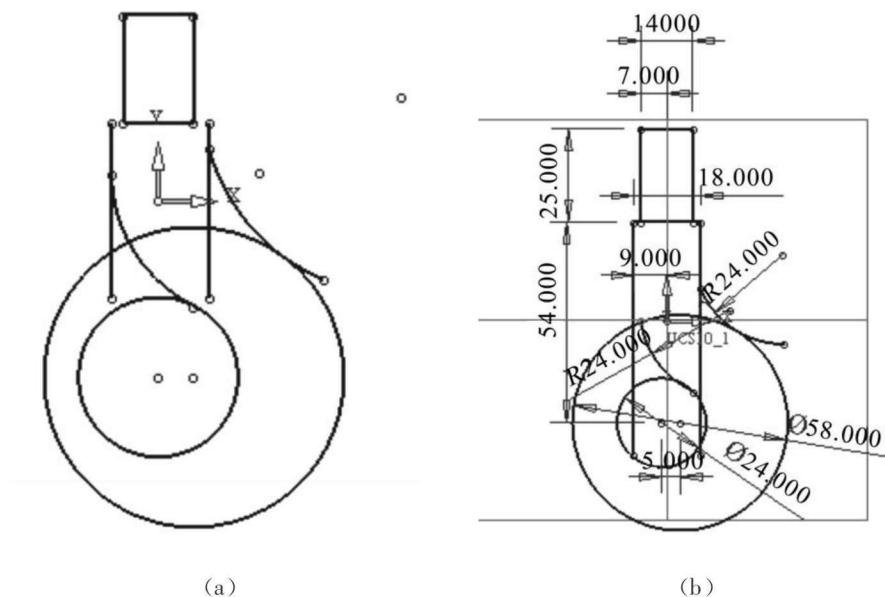
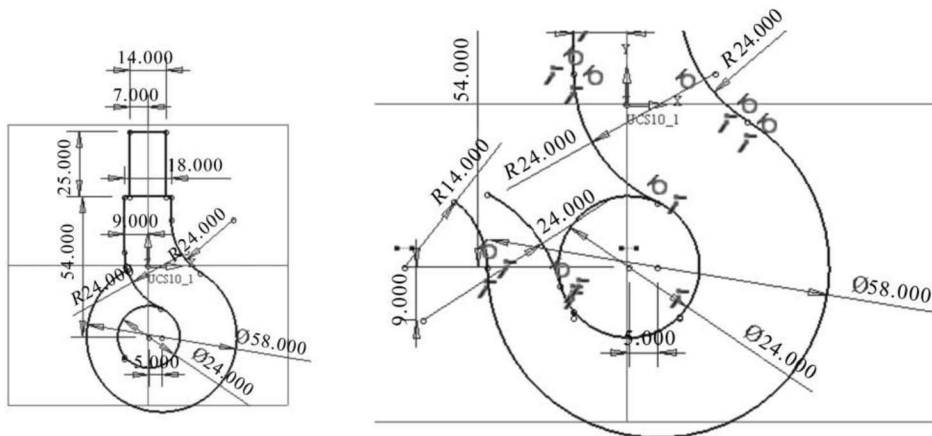

图 1-2 初步的草图绘制
图 1-3 尺寸约束后的图形
(2)点选“草图”工具条中的“直线”“圆”及“圆弧”绘制命令,绘制出如图 1-2(a)所示吊钩的大致形状。点选“草图”工具条中的“裁剪(断开)/延伸”图标按钮,将图中断开的线段连
接起来。点选“尺寸”图标按钮,标注如图 1-2(b)所示的尺寸。点选“增加约束”图标按钮,选择图中相邻的直线及圆弧,此时弹出“增加约束”选项框,再点选“相切”图标按钮,将直线与圆弧进行相切约束,然后点选“草图”工具栏中“裁剪”图标按钮,完成约束及裁剪操作。最后绘制吊钩的下部,点选“圆弧”图标按钮,绘制两段圆弧,进行“尺寸”“增强约束”及“裁剪”等操作,完成如图 1-3 所示的草图。